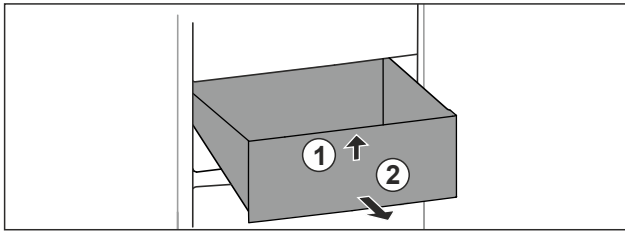

Fig. 101
- ▶ Lade aan de voorkant optillen. Fig. 101 (1)
- ▶ Lade naar voren toe verwijderen. Fig. 101 (2)